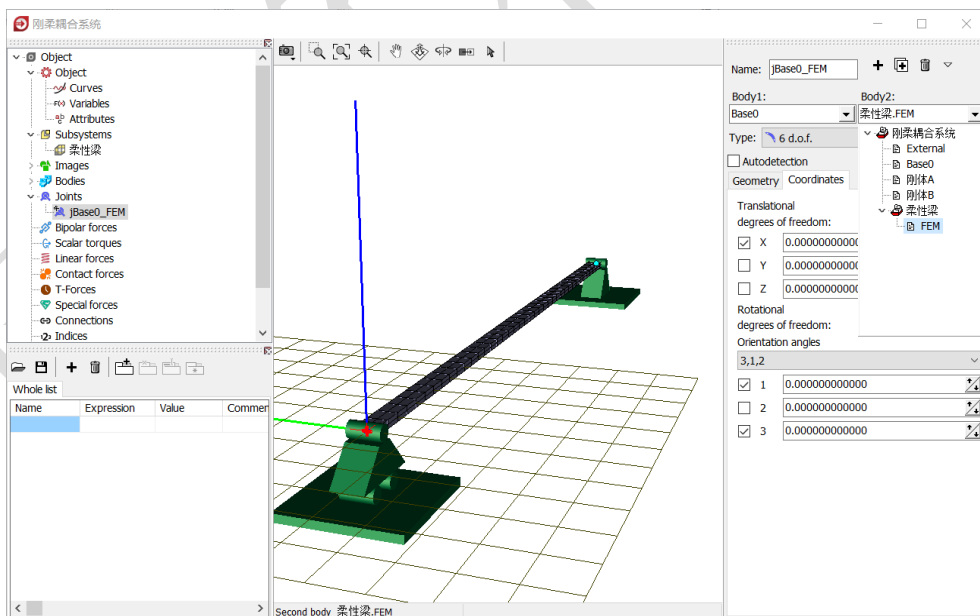

图 2-108
- 7) 创建第一个铰，**Body1** 选择 **Base0**，**Body2** 选择 **柔性梁.FEM**，**Type** 为 **6 d.o.f.**，**Body1** 和 **Body2** 的铰点坐标都是**原点**，在 **Coordinate** 页面定义三个自由度，分别是沿 X 轴平动和绕 Y、Z 轴转动，如图 2-108。